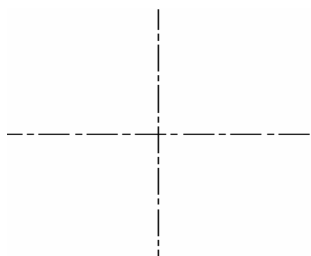

图 4-32
(2)绘制轴线。单击【绘图】工具栏上的按钮，绘制一条水平轴线，一条沿垂线。如图 4-32 所示：